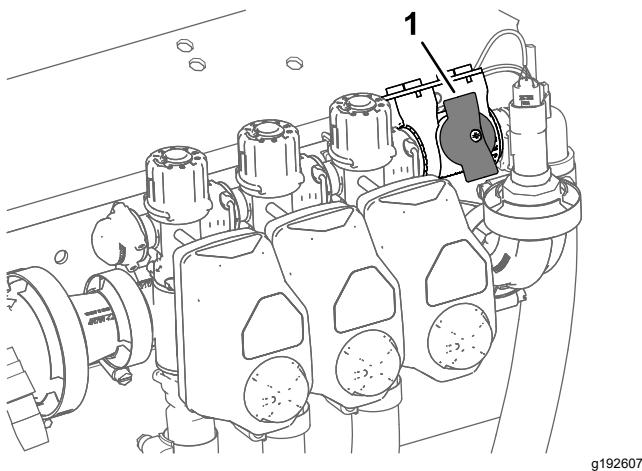

Bild 48
- Stellen Sie für Maschinen im Dosierungsmodus sicher, dass das Handrad für das Abstellventil des Sicherheitsventil des Abschnitts in der geschlossenen Stellung ist (Bild 48).
5. Stellen Sie für Maschinen im Dosierungsmodus sicher, dass das Abstellventil des Sicherheitsventil des Abschnitts geschlossen ist (**Bild 48**).